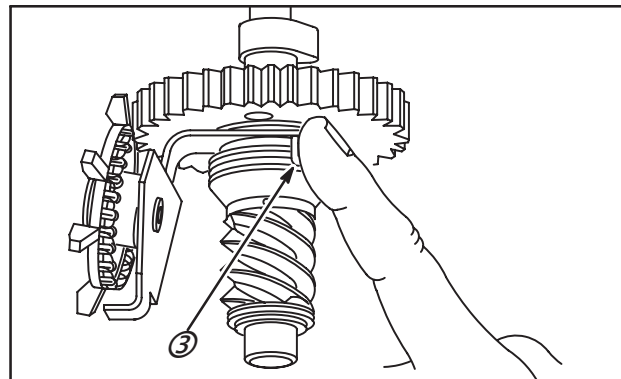

Fig. 54
1. Pousser sur la boucle du ressort (3), Fig. 54, en tournant le ressort et l'embrayage en sens anti-horaire.